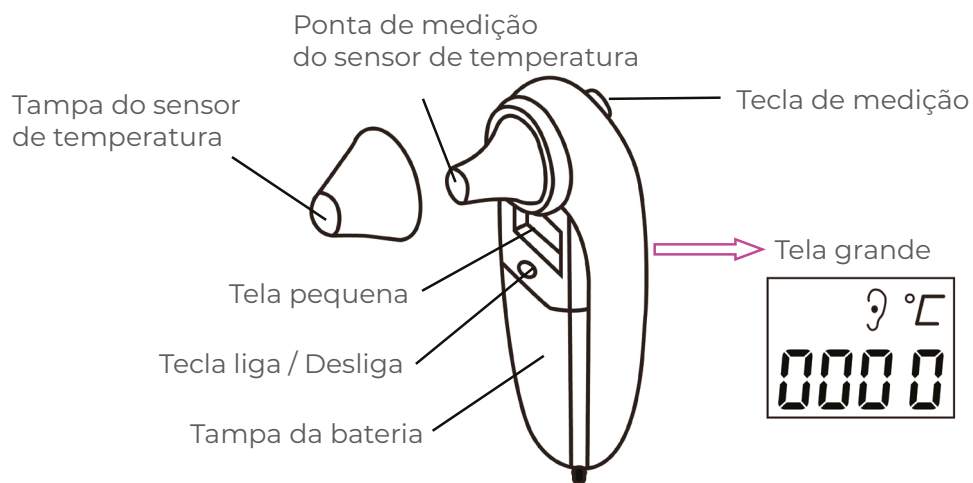

Figura 3.2 Sensor de temperatura infravermelho
O sensor de temperatura infravermelho é mostrado na figura 3.2.
2. Quando mostrado na tela grande como na figura 3.2 que a unidade de temperatura "°C" está piscando, o usuário pode começar a fazer a medição.